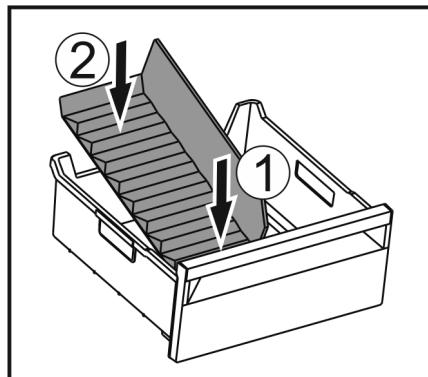

Fig. 171
- Introduceți partea frontală a separatorului pentru compartimentul de gheăță. Fig. 171 (1)
- Coborâți partea posteroară a separatorului pentru compartimentul de gheăță până la baza sertarului. Fig. 171 (2)